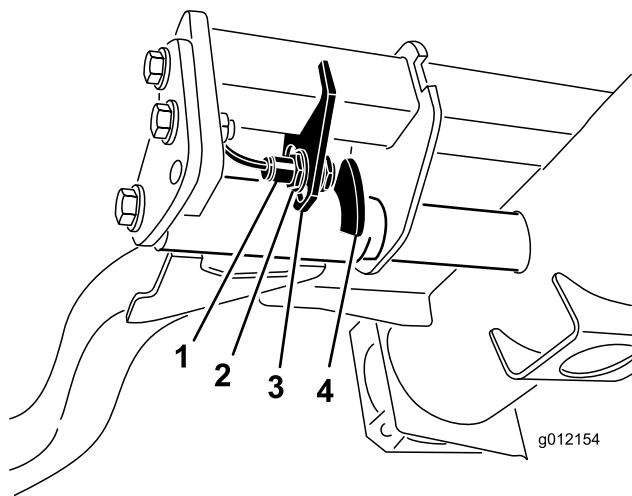

Figure 42
2. Le contacteur des bras de relevage se trouve sous le réservoir hydraulique, derrière le bras de relevage avant droit (Figure 42).
3. Desserrez les écrous de fixation du contacteur (Figure 42) et abaissez-le dans la fente de réglage pour augmenter la hauteur du changement de direction des bras de relevage ou montez-le dans la fente